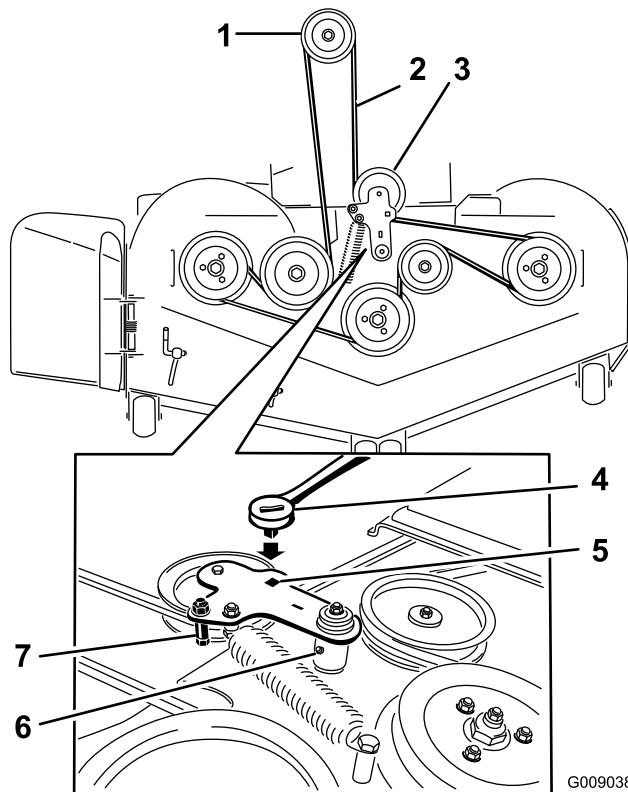

Figura 99
- Levante la chapa de suelo e introduzca una llave dinamométrica en el taladro cuadrado del brazo tensor de la carcasa (Figura 99).
- Gire cuidadosamente el brazo tensor de la carcasa en el sentido de las agujas del reloj y retire la correa del cortacésped (Figura 99).